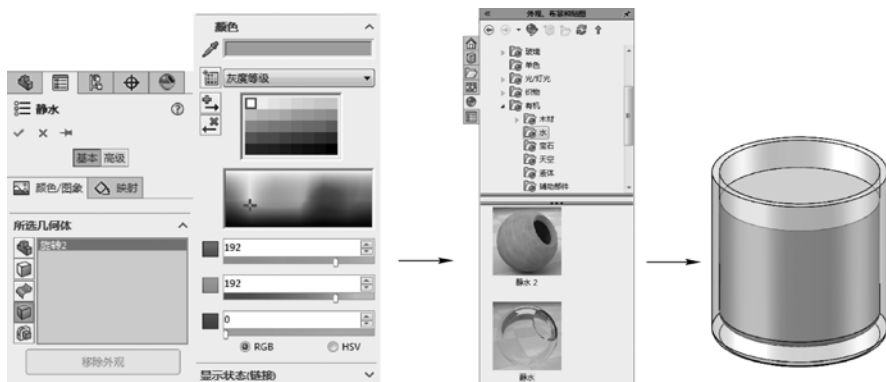

图 4-13 为水实体设置静水外观
STEP 2 单击“渲染工具”工具栏中的“编辑外观”按钮，然后选择水实体为要设置外观的对象，通过右侧“外观、布景和贴图”任务窗格为其设置“静水”外观，并为其设置颜色为“绿色”，如图 4-13 所示。